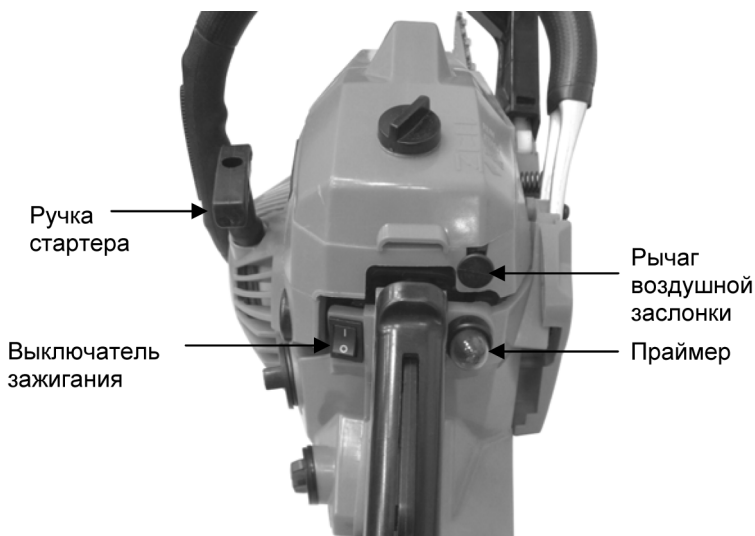

Рис. 11
1. Закройте воздушную заслонку (если двигатель холодный), для этого потяните рычаг воздушной заслонки на себя (рис. 11).